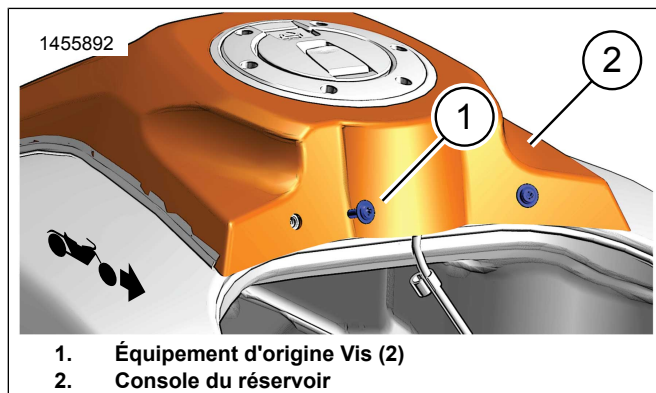

Figure 2. Console du réservoir
1. Figure 2 Retirer les Équipement d'origine (Équipement d'origine) vis (1) de la console du réservoir (2). La mettre au rebut.